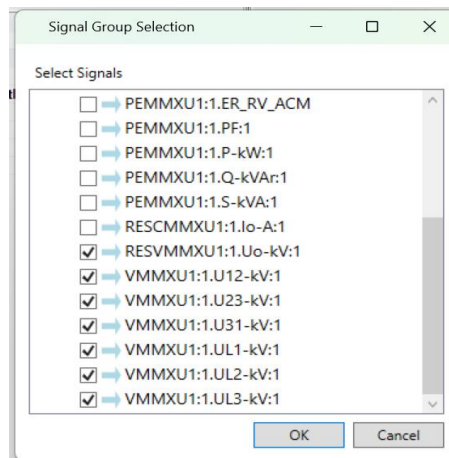

Imagen 168_Selección de fasores de voltaje y residuo de voltaje.
3.30 Donde como se muestra en la **Imagen 168** sólo vamos a seleccionar las ventanas que se observan: